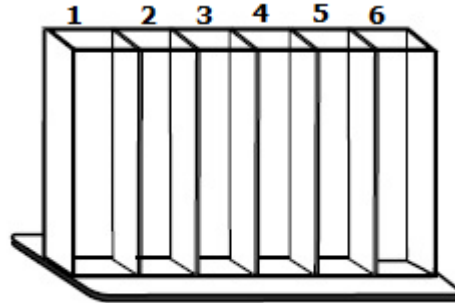

FIGURA 1: Cámara de exposición, con las 6 celdas.
1. Colocar la cámara de exposición (**figura 1**) sobre una mesa nivelada con la cara 1 hacia el alumno.